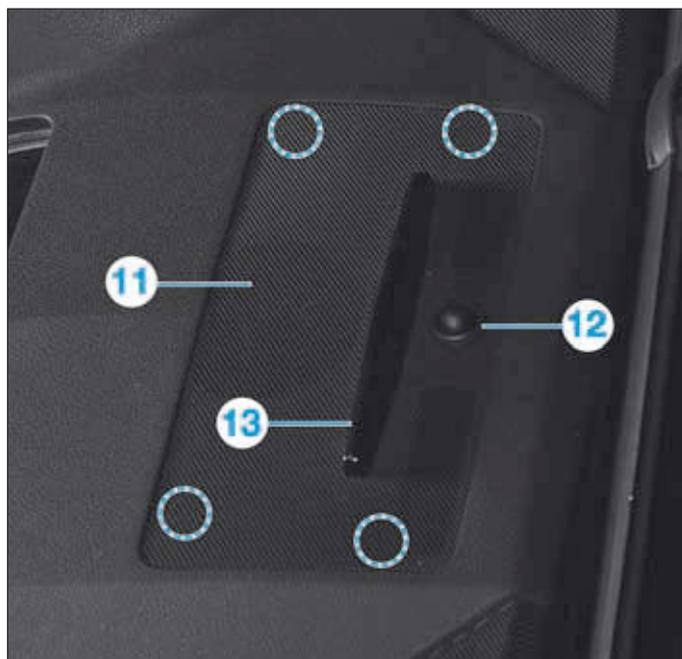
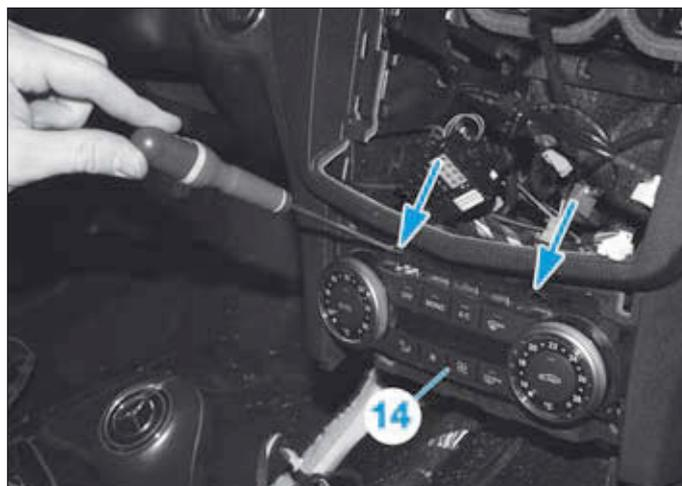

FIG. 22
FIG. 23
- En partie centrale supérieure de la planche de bord, dégraffer délicatement la garniture (11) (Fig.22).
- En fonction de l'équipement, débrancher les connecteurs du capteur d'ensoleillement (12) et du témoin d'alerte d'aide au stationnement (13).
- Insérer un tournevis plat dans les ouvertures (flèches) afin de libérer la commande de climatisation (14) (Fig.23).